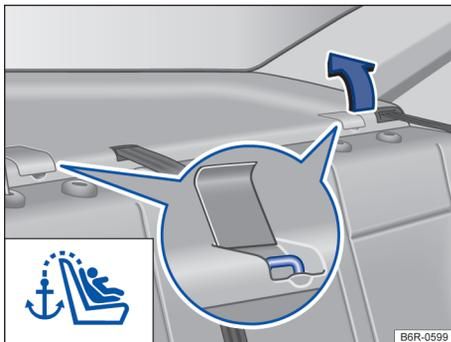

图 57 后窗台板上用于顶部固定带的固定环
- 翻开相应固定环的盖板 → 图 57。
- 将顶部固定带挂入相应的固定环 → 图 57。